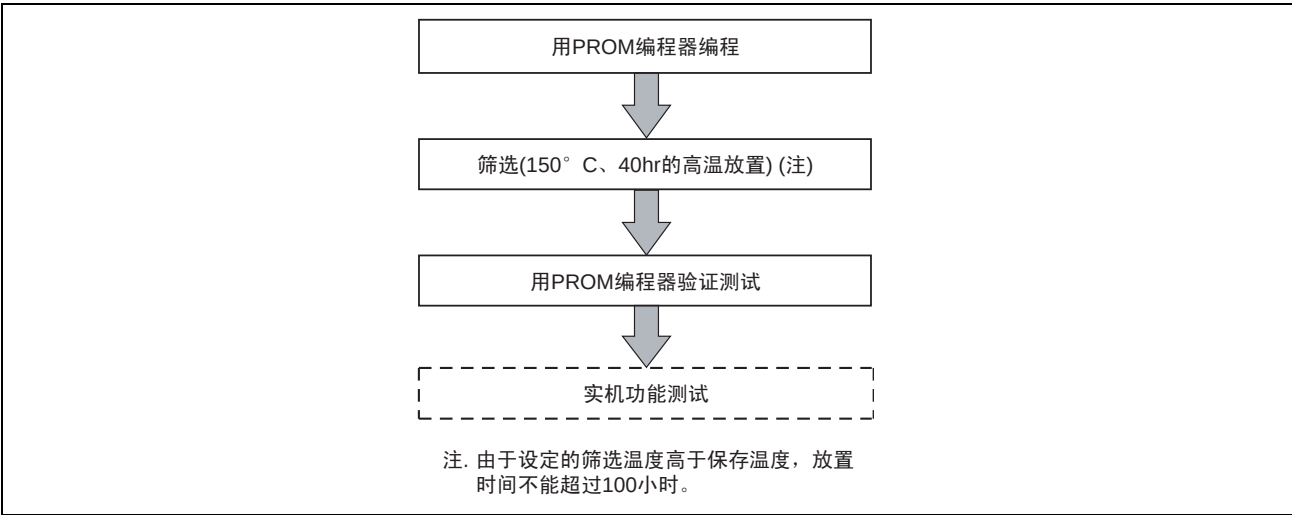

图 XA-1 空白 ROM 出货产品的编程和测试
(2) 处理时的注意事项
①在本公司的后期工序没有对一次性可编程ROM版的空白ROM出货产品进行PROM的编程测试和筛选。为了提高编程后的可靠性，建议在按图XA-1所示的流程进行编程和测试后使用。